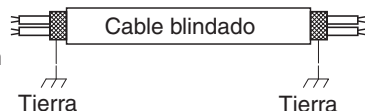

Fig. 4-6
- (5) Emplee cables blindados para el cableado de control entre unidades (c) y ponga a tierra el blindado a ambos lados, porque si no lo hace así, podría producirse un funcionamiento erróneo debido al ruido. (Fig. 4-6)